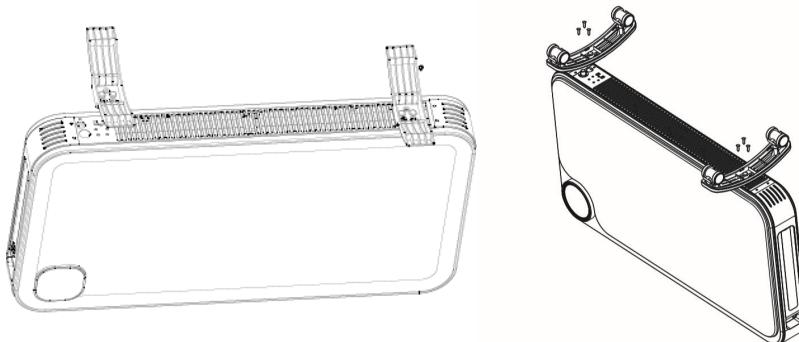

Рис. 2 Установка /снятие шасси (наличие роликов зависит от модели, серии Ven-tola и Piola только с шасси).
2. Зафиксируйте шасси на конвекторе с помощью 6 винтов в комплекте (**Рис.2**).